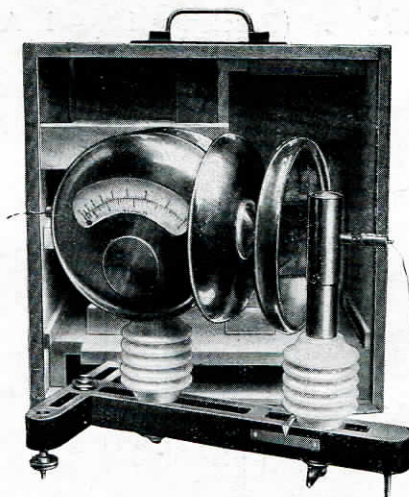

FIG. 28
**Voltmètre électrostatique Abraham Villard** (petit modèle) (*figure 28*) à sensibilité variable (déviation totale pour 6.000 V., 10.000 V., 20.000 V., 40.000 V.) . 500. »